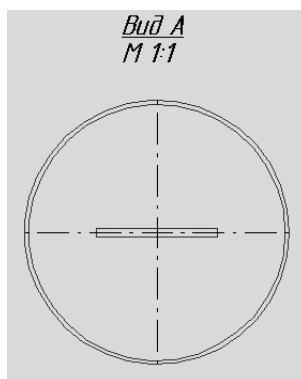

Рис. 4.20
15. Надпись вида. На панели переключения нажмите кнопку (**Размеры и технологические обозначения**). На инструментальной панели нажмите кнопку (**Ввод текста**). Установите курсор ввода текста на расстоянии 15–20 мм от верхнего края окружности и нажмите левую кнопку мыши. В строке параметров нажмите кнопки **К** (курсив), **Ж** (полужирный) и **Ч** (подчернутый): . Введите с клавиатуры Вид А, затем нажмите кнопку и клавишу **Enter**. Введите **М 1:1** и нажмите кнопку (**Создать объект**) (рис. 4.20).